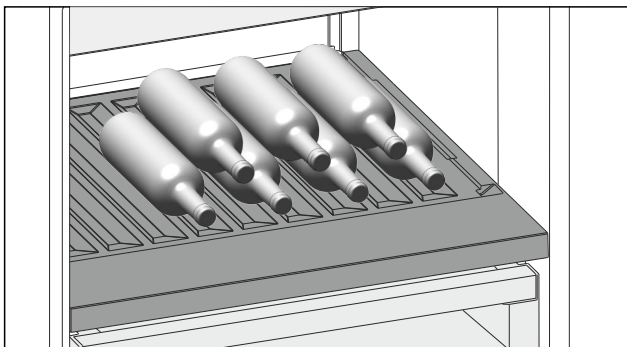

Fig. 171 Représentation à titre d'exemple
- Placer les bouteilles avec le fond orienté vers la paroi arrière de l'appareil. (voir Fig. 171)